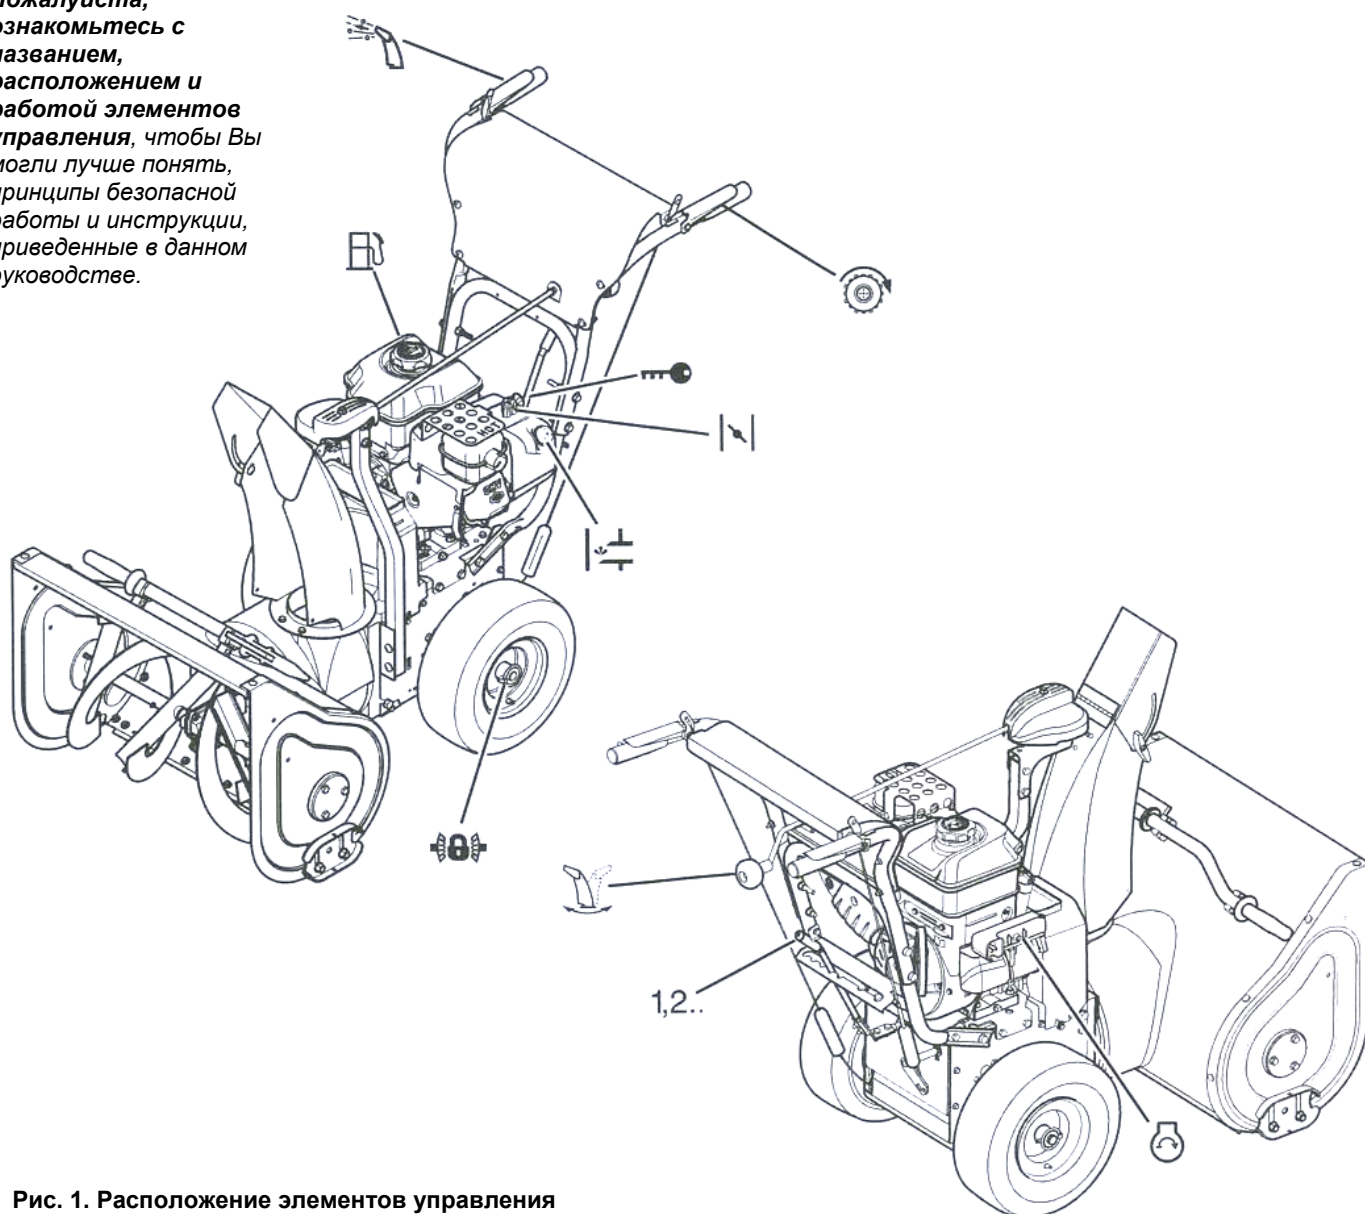

Рис. 1. Расположение элементов управления
7. Проверьте работу рычага сцепления (, рис. 1) и рычага привода шнека (). При необходимости проведите регулировки (см. раздел «Обслуживание»).
8. Проверьте работу регулятора поворота дефлектора (, рис. 1). Дефлектор должен свободно поворачиваться как вправо, так и влево. См. раздел «Обслуживание» для выполнения регулировочных процедур и устранения неисправностей.
9. Проверьте работу регулятора угла наклона дефлектора (, рис. 1). Дефлектор должен свободно перемещаться вверх и вниз.
11. Проверьте работу рычага переключения скоростей 1,2.. (, рис. 1). Рычаг должен свободно перемещаться в каждый паз и оставаться там, если Вы отпускаете рычаг. Если рычаг переключения скоростей перемещается с затруднениями вперед или назад, обратитесь в сервисный центр.